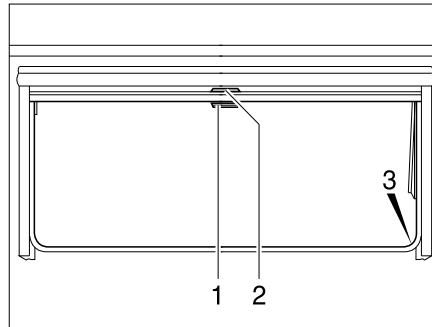

Fig. 80 Fenêtre projetante
- Tirer le store occultant vers le bas en le maintenant par la poignée (Fig. 80,2). Lorsque le store occultant est complètement fermé, l'accrocher des deux côtés du cadre de la fenêtre dans le dispositif de blocage (Fig. 80,3).
- Lorsque le store occultant est complètement fermé : Appuyer sur la poignée (Fig. 80,2) vers le bas tout en la tirant légèrement vers l'intérieur. Décrocher à droite et à gauche le store occultant du dispositif de blocage du cadre de la fenêtre.
- Si le store occultant se trouve dans une position intermédiaire : Tirer la poignée (Fig. 80,2) vers le bas jusqu'à ce que le dispositif de blocage se débloque.
- Tirer la moustiquaire par la poignée (Fig. 80,1) vers le bas et l'accrocher des deux côtés sur le cadre de la fenêtre dans le dispositif de blocage (Fig. 80,3).
- Appuyer sur la poignée (Fig. 80,1) vers le bas tout en la tirant légèrement vers l'intérieur. Décrocher à droite et à gauche la moustiquaire des dispositifs de blocage du cadre de la fenêtre.